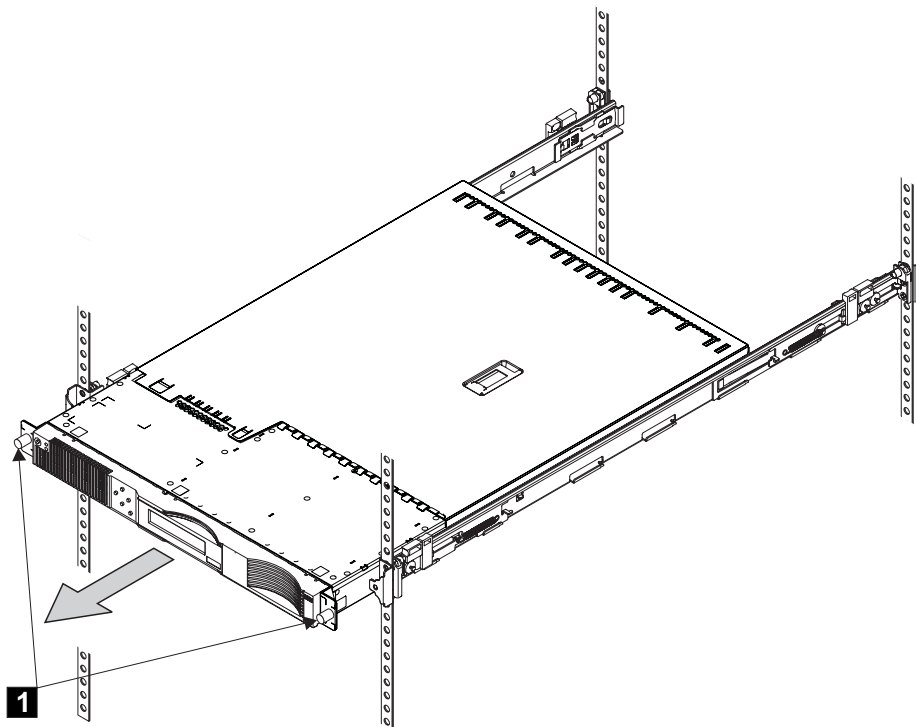

図 60. 前部ねじを外す
4. SAN ボリューム・コントローラー 2145-8F2 の場合は、ラックの正面部の 2 個のラッチを外します。SAN ボリューム・コントローラー 2145-4F2 の場合は、2 個のねじ **1** を、図 60 に示されているように外します。